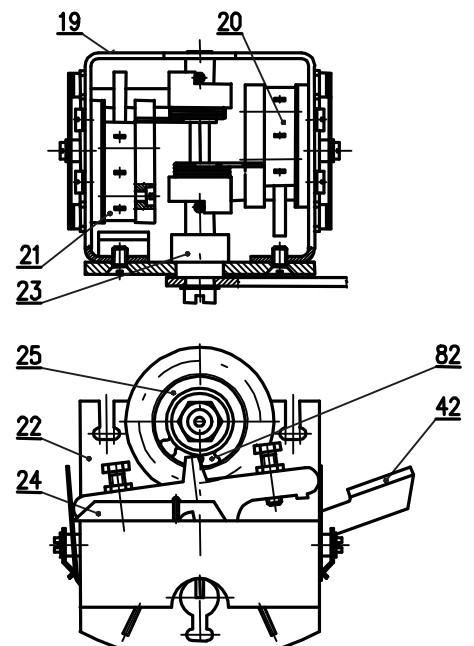

Рис.7
Моментное устройство (рис. 7) представляет несущую балку, на которой размещены выключатели S1 (20) и S2 (21). На валике (23) размещены выключающие рычажки (24), которые при помощи пружины удерживают выключатели в присоединенном состоянии вплоть до момента, когда происходит поворот валика от привода моментного выключателя.